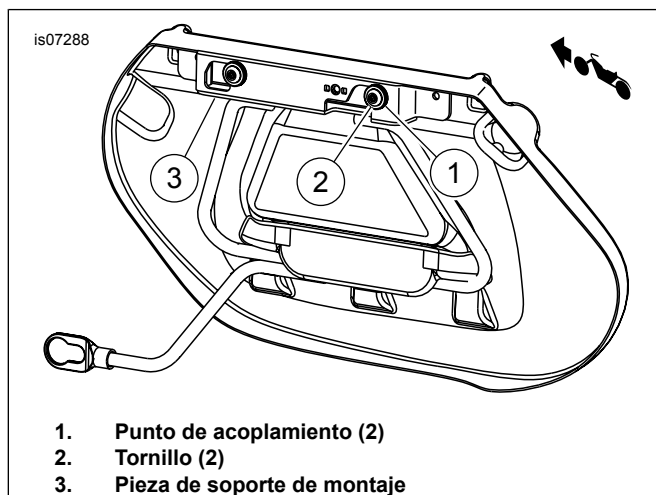

Figura 2. Ubicación de las marcas de los puntos de perforación
- d. Vea Figura 2. Inserte los puntos de acoplamiento dentro de la pieza de soporte de montaje. Inserte un tornillo a través del punto de acoplamiento (8) y de la alforja para colocar la pieza de soporte correctamente.